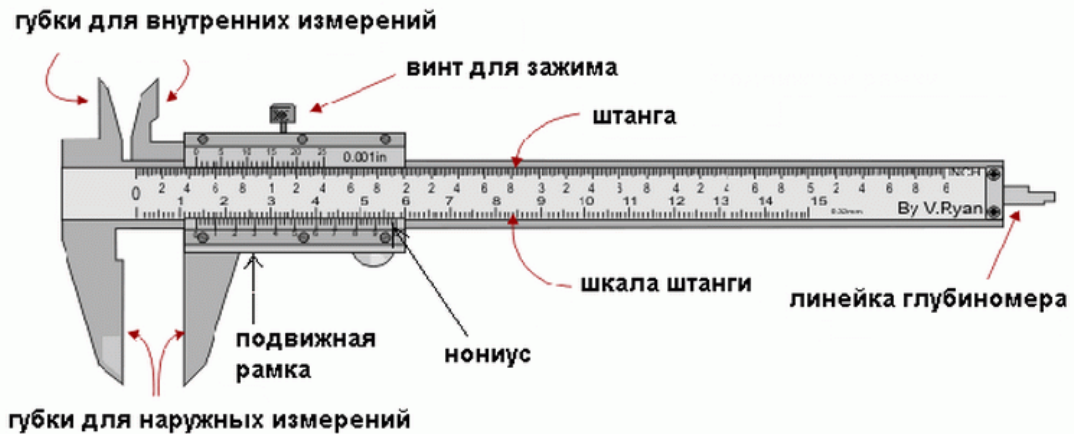

Рис. 1.2. Штангенциркуль
Для нахождения объема тела правильной формы (в данной работе – полого цилиндра) (рис. 1.1) необходимо произвести измерение его линейных размеров:  $D$ ,  $d$ ,  $H$  штангенциркулем (рис. 1.2).
*Штангенциркуль* (рис. 1.2) позволяет определять такие параметры, как высота, внешний и внутренний диаметр тела. Он имеет неподвижную часть с основной шкалой и подвижную – *нониус*. Основная шкала – это обычная линейка с сантиметровыми и миллиметровыми делениями. Нониус служит для измерения дробной части миллиметрового деления основной шкалы. Прямо под шкалой нониуса указана цена ее деления (0,1 мм или 0,05 мм), она же является абсолютной приборной погрешностью.
При перемещении подвижной части штангенциркуля появляется зазор, в который нужно поместить измеряемое тело и зажать его. На примере рис. 1.2 рассмотрим, как снимать показания с прибора. Целые миллиметры смотрят по основной шкале, начиная от ее нуля до нуля нониуса. В нашем примере это 20 мм. Десятые (или сотые) доли миллиметра смотрят по делению нониуса, которое совпало с отметкой деления основной шкалы. Из рис. 1.2 видно, что пятое деление нижней шкалы совпадает с третьим большим делением верхней. Если цена деления штангенциркуля 0,1 мм, то 5 делений соответствуют 0,5 мм. Значит, линейный размер исследуемого тела равен  $20 + 0,5 = 20,5$  мм.